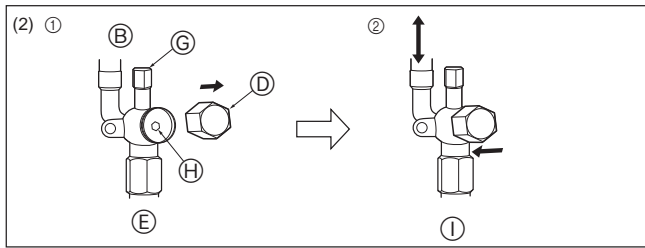

Fig. 4-7
(2) Lado del líquido (Fig. 4-7)
- ① Abra la tapa y gire la varilla de válvula hacia la izquierda hasta su tope, utilizando una llave hexagonal de 4 mm [5/32 inch]. Deje de girar cuando llega al tope. (Ø6,35 [1/4 inch]: Aproximadamente 4,5 revoluciones) (Ø9,52 [3/8 inch]: Aproximadamente 10 revoluciones)
- ② Cerciórese de que la válvula de parada esté completamente abierta, empuje la manivela y enrosque la tapa en su posición original.